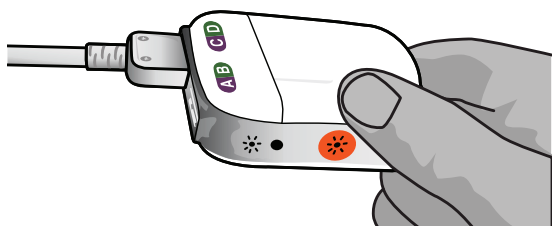

Figura 5: Conexão do Cabo cirúrgico 2 x 8 ao Estimulador de avaliação externo 2
3. Conecte a Extensão do cabo cirúrgico ao soquete do Estimulador de avaliação externo 2 identificado como "CD" (Figura 5).